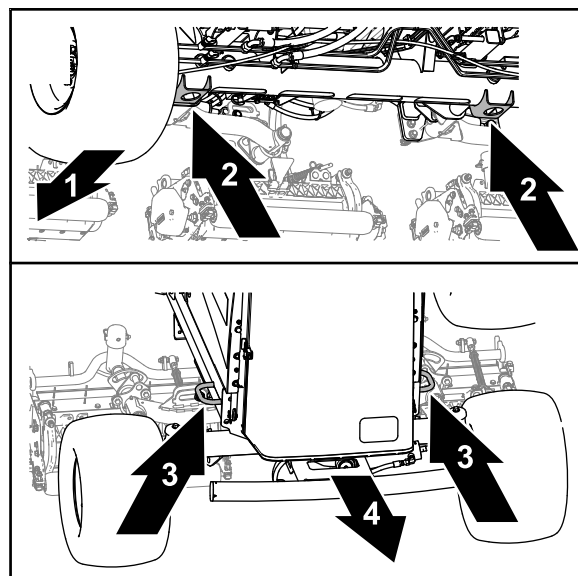

Figure 94
- Avant – trou dans les supports de cric du tube d'essieu avant (Figure 94).